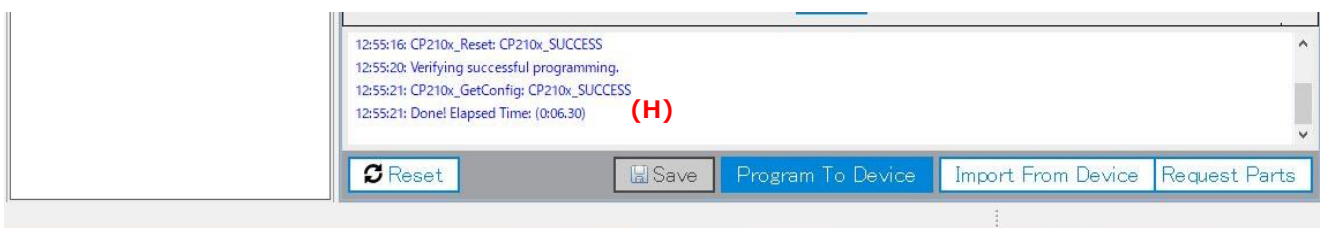

図 2-3
- ⑥ デバイスへのプログラムが開始され、プログラミング状態が表示されます(G)。図 2-3 の様に、“Done!”が表示されたらプログラミング終了です(H)（LED が点灯します）。